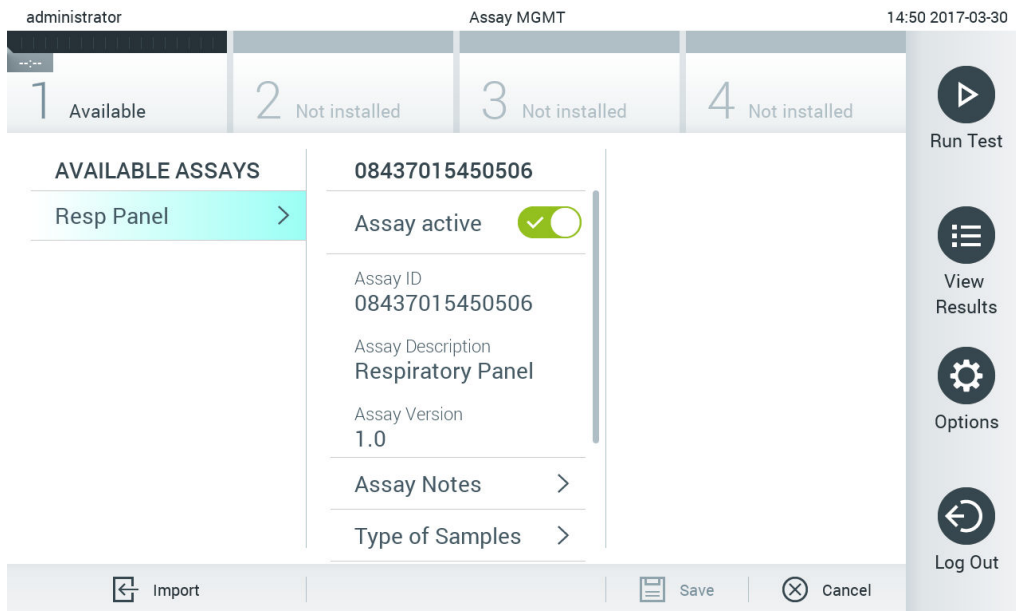

Рис. 65. Керування доступними аналізами.
1. Натисніть кнопку **Options** (Параметри), а потім – **Assay Management** (Керування аналізами), щоб відкрити екран **Assay Management** (Керування аналізами). Доступні аналізи перераховані в першому стовпці області вмісту (рис. 65).